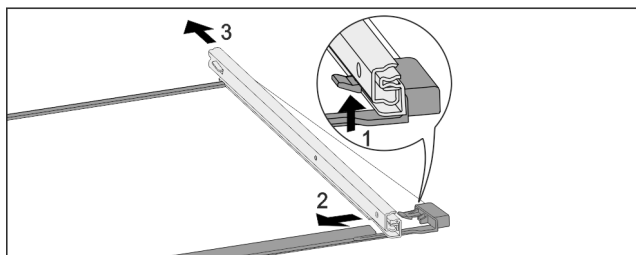

Fig. 174 Üveglap sínekkal
- ▶ Nyomja felfelé az elülső akasztókampót. Fig. 174 (1)
- ▶ Tolja ki oldalra Fig. 174 (2) és hátra Fig. 174 (3) a kihúzó-sínt.